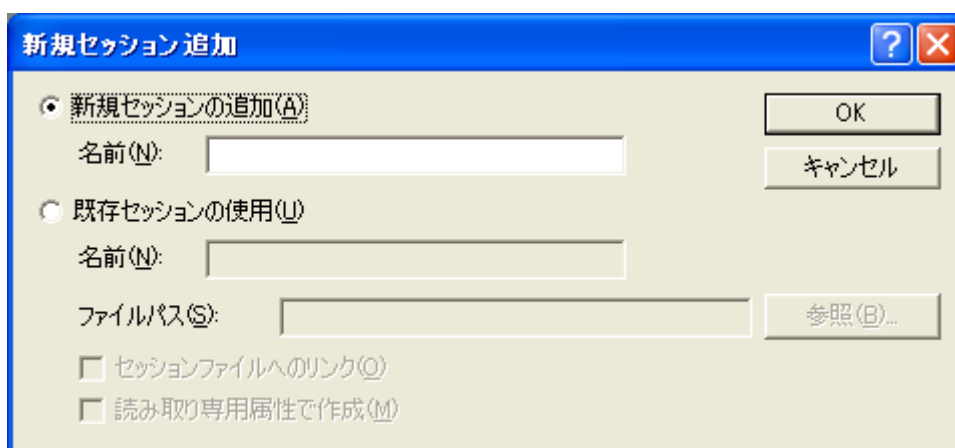

図 4.30 [新規セッション追加]ダイアログボックス
2. [追加...]ボタンをクリックしてください。[新規セッション追加]ダイアログボックスを表示します(図 4.30)。